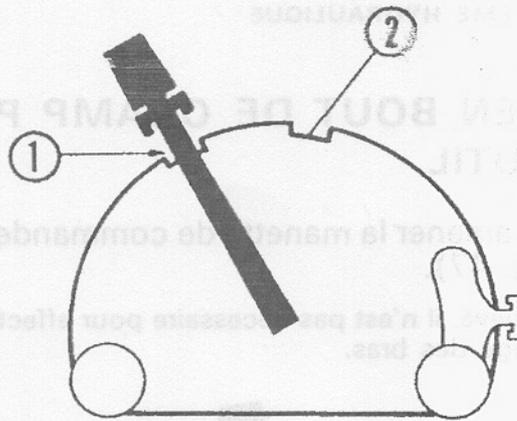

Fig. 49
- Placer la manette de commande dans l'encoche (1) du secteur (fig. 49).